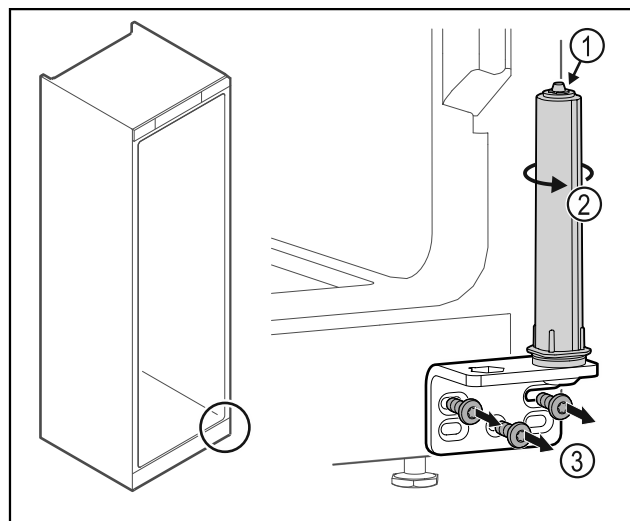

Fig. 21
- Non disassemblare il sistema di chiusura della porta Fig. 21 (1).
- Ruotare il sistema di chiusura Fig. 21 (2) finché non si innesta con un clic.
- Svitare la cerniera angolare Fig. 21 (3).